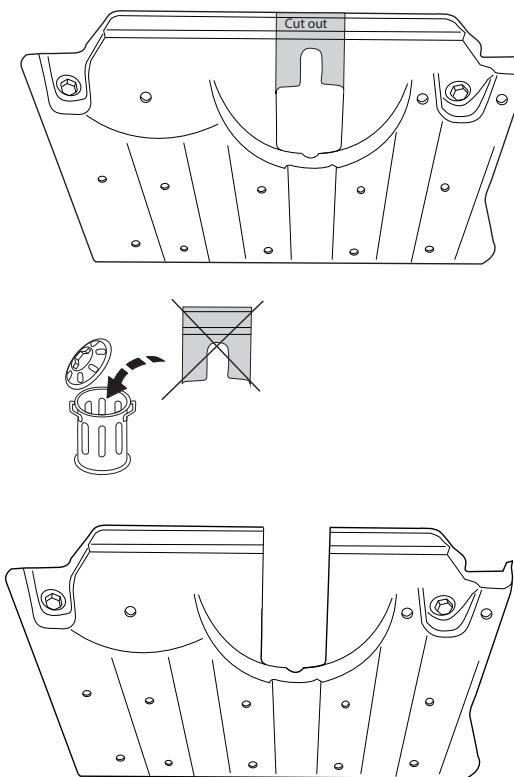

Fig. 4
12. Saw a section out of the middle of the underside of the plastic protective container as shown in fig 4.
12. Scier au centre de la baquet de protection en plastique une partie correspondant à la figure 4